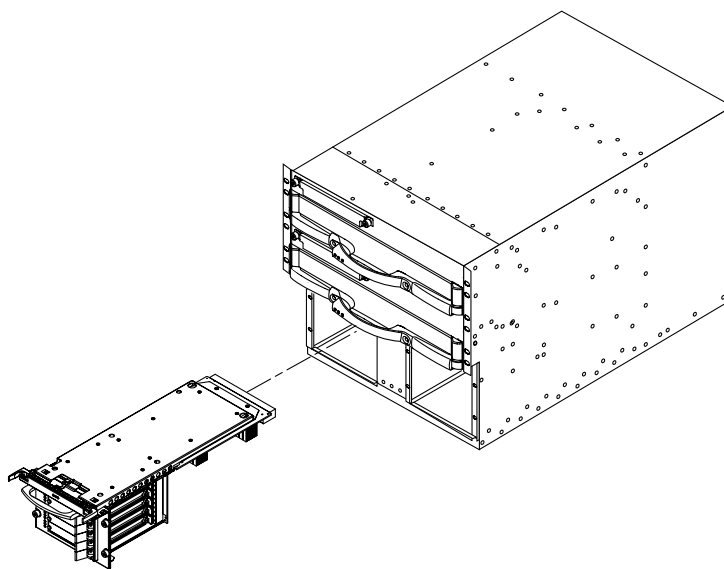

図 12-35 I/O アセンブリの取り外し — Sun Fire 3800 システム
3. システムの正面から、I/O アセンブリまたは I/O アセンブリのフィラーボードを取り外します (図 12-35)。
5. システムの正面から、I/O アセンブリまたは I/O アセンブリのフィラーボードを取り付けます (図 12-35)。